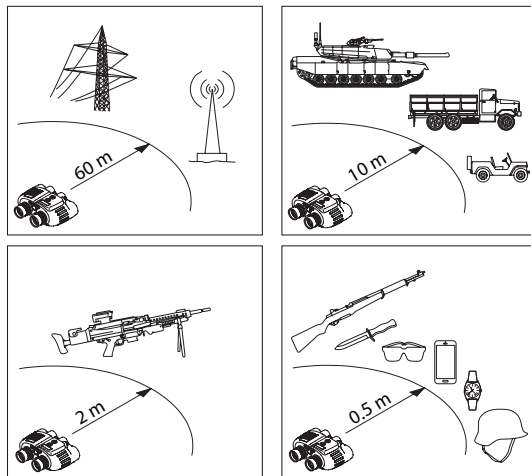

Abb. 24
Zu solchen Störquellen müssen bei Messungen und der Kalibrierung Mindestabstände eingehalten werden, siehe Abb. 24.
- Mit angemessenem Abstand zu Bauwerken und metallischen Objekten, siehe Abb. 24 auf Seite 26